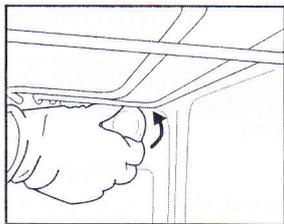
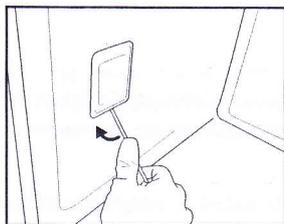

Abb.6
Abb.7
2. Schrauben Sie die Lampenabdeckung ab (Abb. 6). Wechseln Sie die Glühlampe aus (bezüglich des Typs siehe nachstehenden Hinweis) und schrauben Sie die Lampenabdeckung wieder auf (Abb. 7).
3. Hebeln Sie die Lampenabdeckung mit einem Schraubendreher ab (Abb. 7).